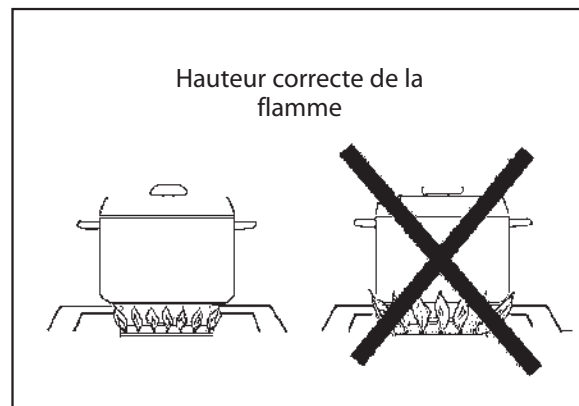

Fig. 5
- Pour des raisons de sécurité, la flamme ne doit jamais dépasser le fond du récipient. Ne laissez jamais les flammes lécher les parois de l'ustensile de cuisson (voir fig. 5).